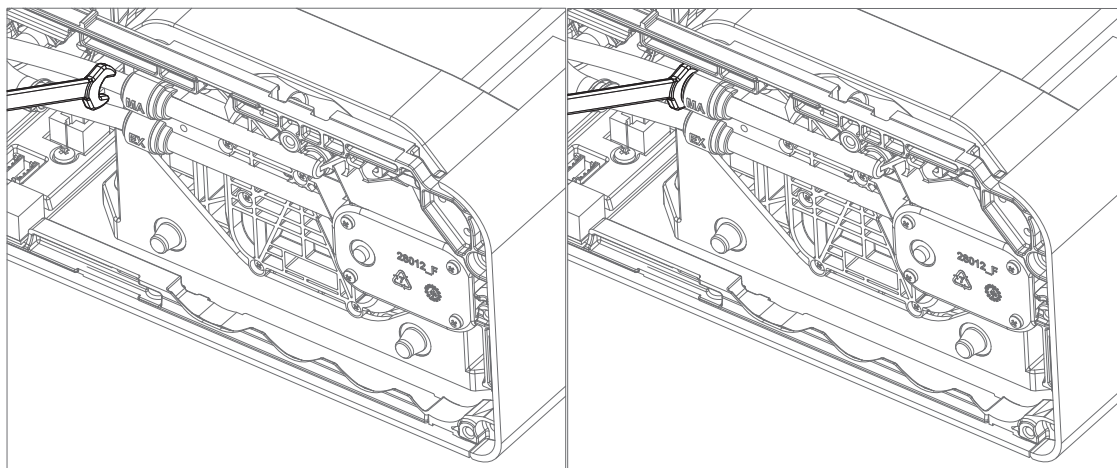

Рис. 7-11: Демонтаж трубок
- Чтобы отсоединить трубки, нажмите на черную кнопку разблокировки отверткой или гаечным ключом, как показано на рисунке, одновременно потянув трубку (Рис. 7-11).